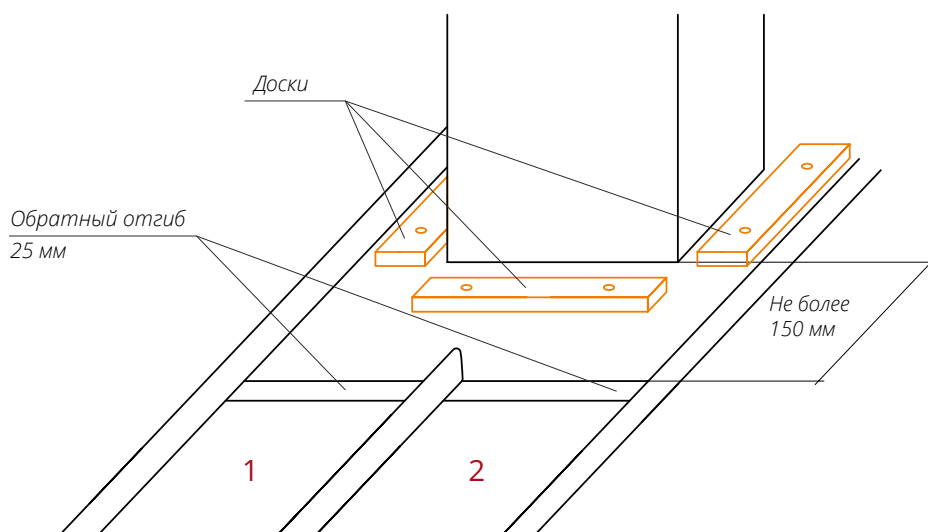

Рис. 4
- Панели 1 и 2 обрежьте не доведя примерно на 150 мм до нижней границы трубы (рис. 4).